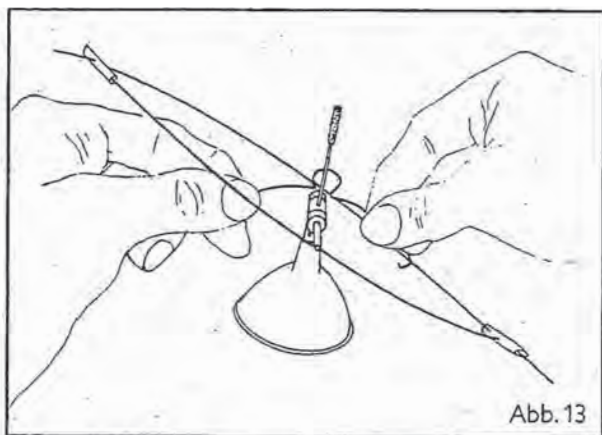

Abb. 13
2. Biegen Sie nun den Haltebügel für den Reflektor leicht auseinander und stecken Sie die Öse auf die Keramikfassung (Abb. 13). Drücken Sie dann die Schenkel des Bügels zusammen; die Haken des Bügels müssen den unteren Rand des Reflektors umgreifen (Abb. 14).